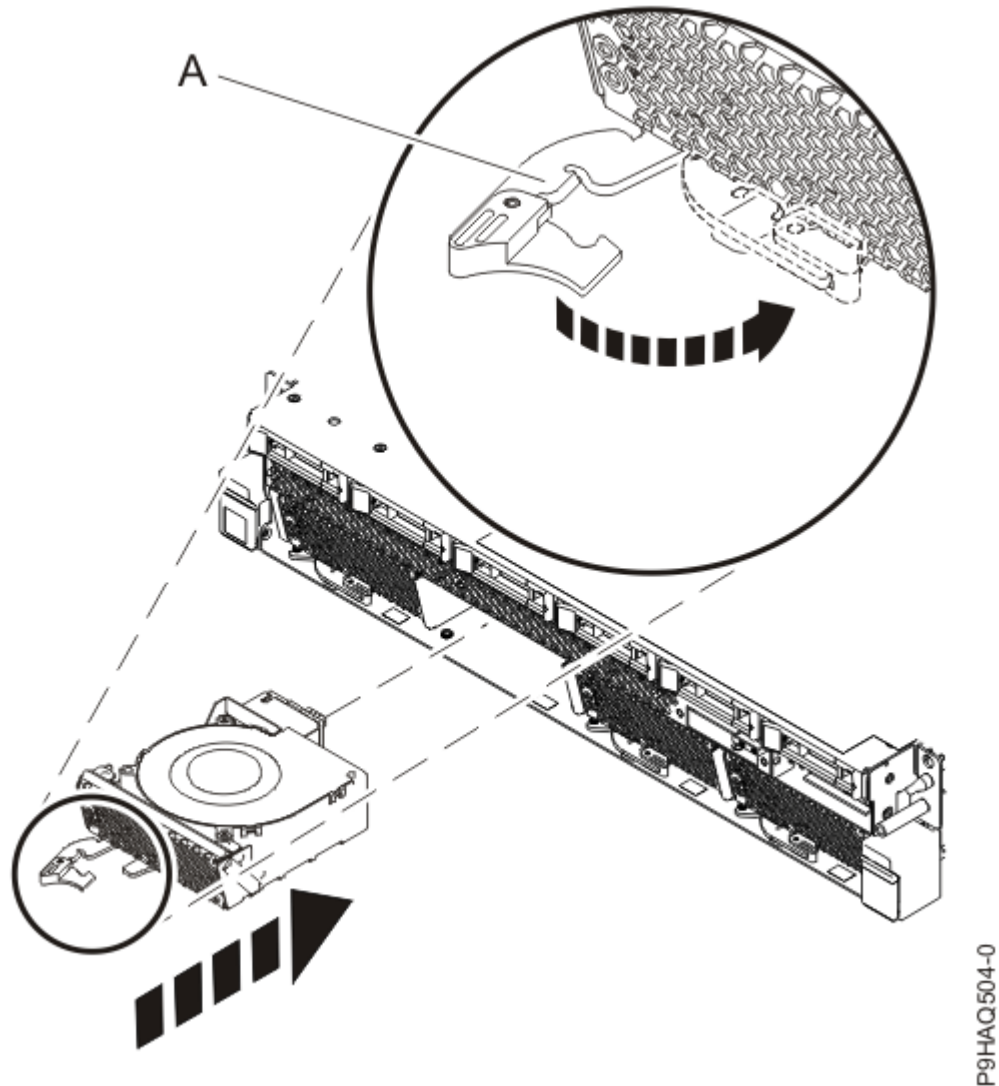

Figura 6: Substituindo um ventilador no sistema
2. Assegure-se de que a alça do ventilador (**A**) esteja aberta, conforme mostrado em Figura 6 na página 8.
3. Usando sua mão para suportar a parte inferior do ventilador, alinhe-o com o slot e deslize-o para o sistema. Consulte o Figura 6 na página 8.
4. Gire a alça do ventilador (**A**) na direção mostrada e, em seguida, pressione-a até que a trava seja bloqueada no local. Consulte o Figura 6 na página 8.